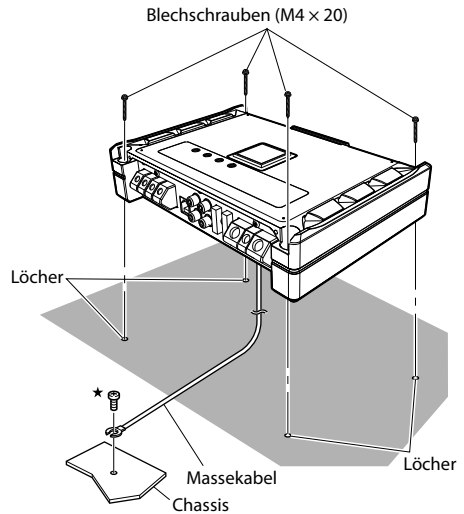

Abb. 3
6. Positionieren Sie den PDR-M65/PDR-F50 über den Schraubenlöchern und sichern Sie das Gerät mit vier Blechschrauben. (Abb. 3)